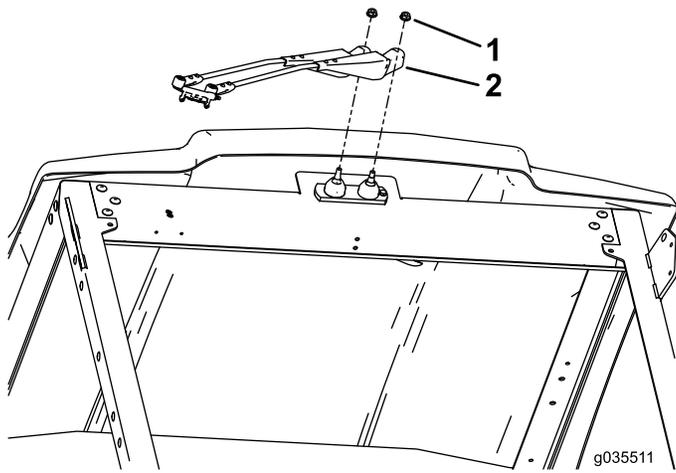

Figura 3
3. Sujete el brazo del limpiaparabrisas con dos contratuercas grandes y apriete las tuercas a 23–25 N m, según se muestra en Figura 3.